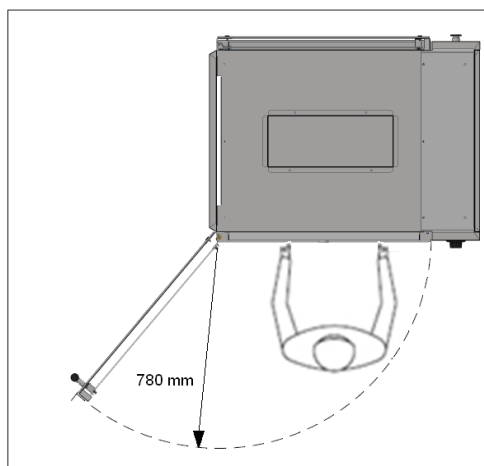

Abbildung 2.1
- Das eigene Personal muss ausreichenden Raum für die Bedienung des Geräts haben (siehe Abbildung 2.1).